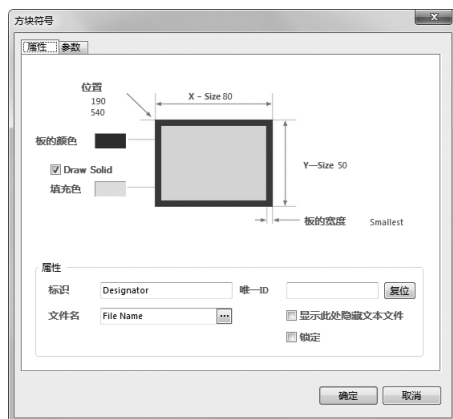

图 5-3 “方块符号”对话框
(5) 此时，光标仍处于放置原理图符号的状态，重复上一步操作即可放置其他原理图符号。右键单击鼠标或者按〈Esc〉键即可退出操作。
(6) 设置原理图符号的属性。双击需要设置属性的原理图符号或在绘制状态时按〈Tab〉键，系统将弹出相应的“方块符号”对话框，如图5-3所示。原理图符号属性的主要参数含义如下。